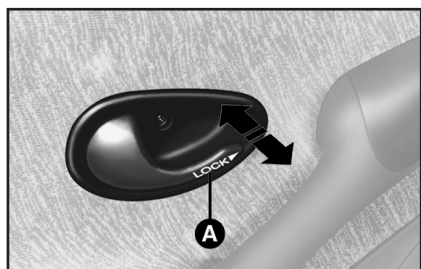

Рис. 29
– Из салона: закрыв двери, нажмите (чтобы запереть) или потяните (чтобы отпереть) один из рычажков А (рис. 29) передних дверей.